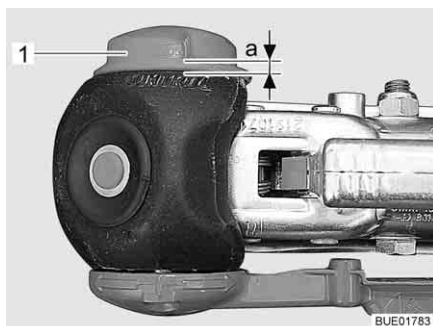

Bild 197 Slitagekontroll
- Vrid ratten (Bild 197, 1) tills vridmomentbegränsningen tydligt (och ljudligt) spärrar. Vridriktning: medurs.
- Avstånd $a > 0$ (Bild 197): Slitage inom tillåtna gränser.